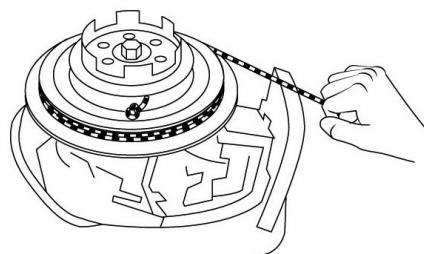

Рис. 44 Запуск двигателя дополнительным шнуром стартера
- Завяжите на свободном конце шнура узел. Вставьте конец шнура с узлом в паз на маховике и намотайте шнур несколько раз вокруг маховика по часовой стрелке (Рис. 44).